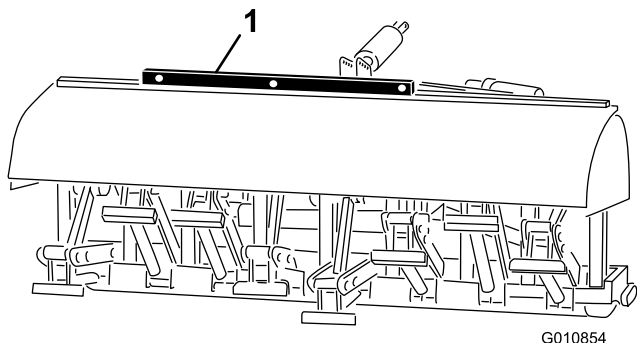

Figure 25
- Placez le niveau en haut du châssis de l'aérateur pour vérifier l'horizontalité transversale (Figure 25).